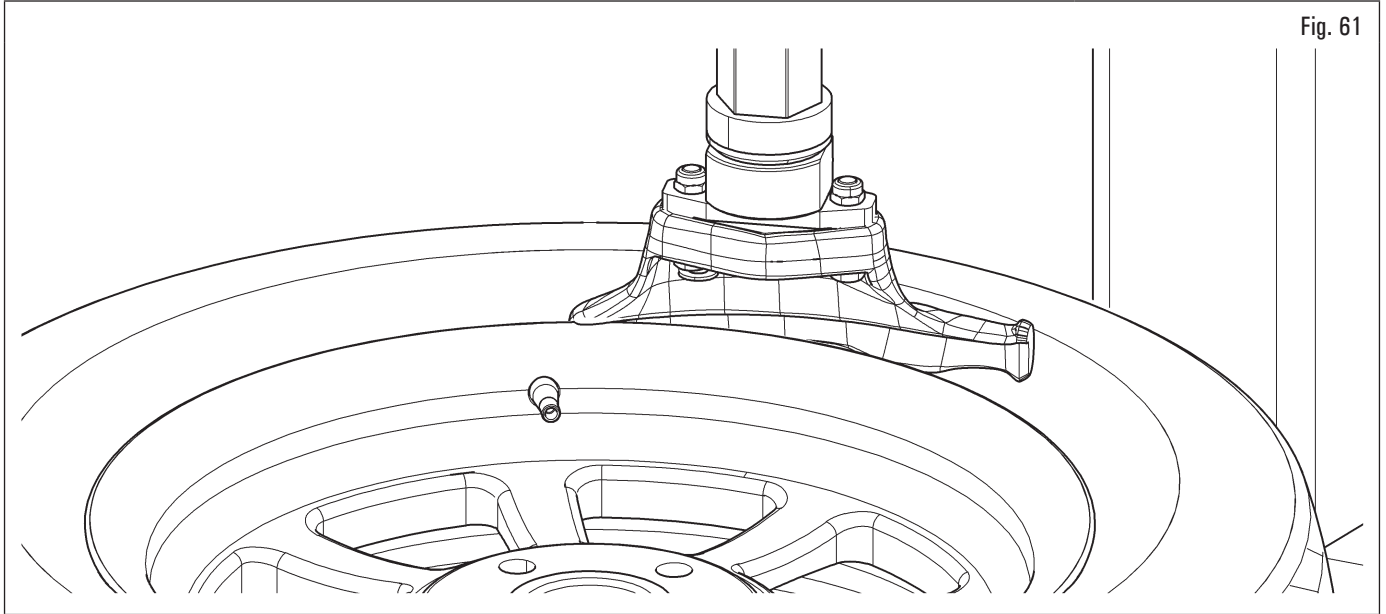

Fig. 61
2. ruotare l'autocentrante per portare la valvola immediatamente a sinistra della testa utensile a "ore 11" (Fig. 61);